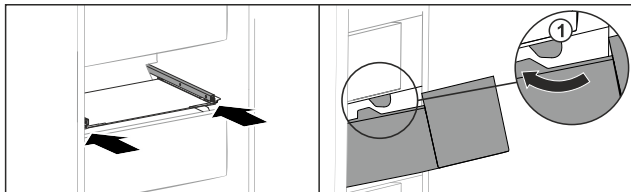

Fig. 95
- ▶ Ghidați sertarul în jurul opritorului Fig. 95 (1).